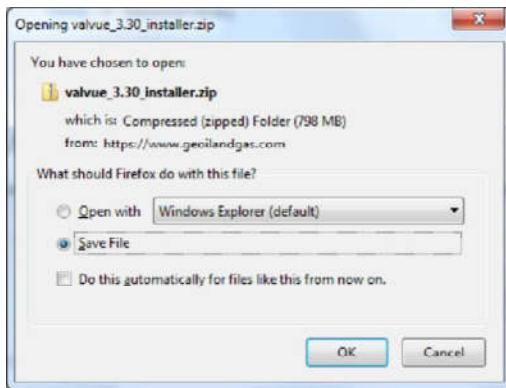

Рис. 10. Диалоговое окно «Открыть»
2. Просмотреть варианты для выбора при помощи клавиш курсора. Выбрать **Загрузить** под приглашением **Загрузить программу установки ValVue V3.30** и появится окно (Рис. 10).